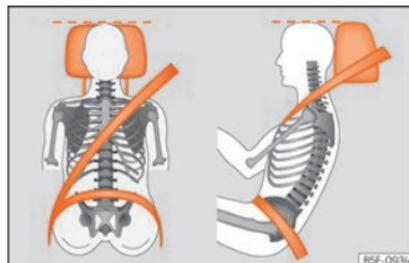

Fig.74 Poggiatesta posizionato correttamente, vista frontale e laterale.
- Regolare il poggiatesta portandone il bordo superiore alla stessa altezza della parte superiore della testa, almeno all'altezza degli occhi »» fig. 74.